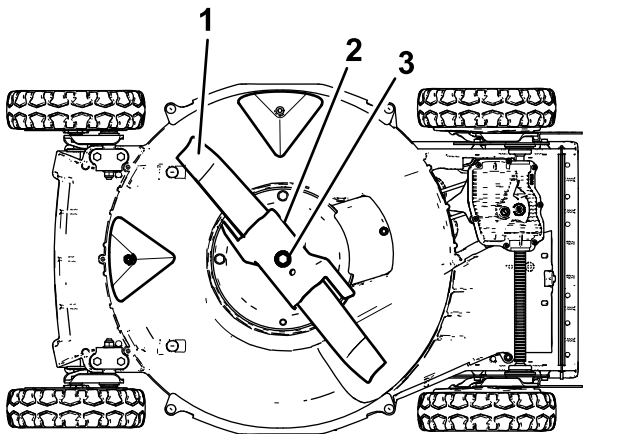

Figura 26
8. Usando el dedo, unte la junta del filtro de aceite nuevo con aceite (Figura 26).
5. Vuelque la máquina hacia su lado **derecho** (limpiador de aire hacia arriba), según se muestra en Figura 26.